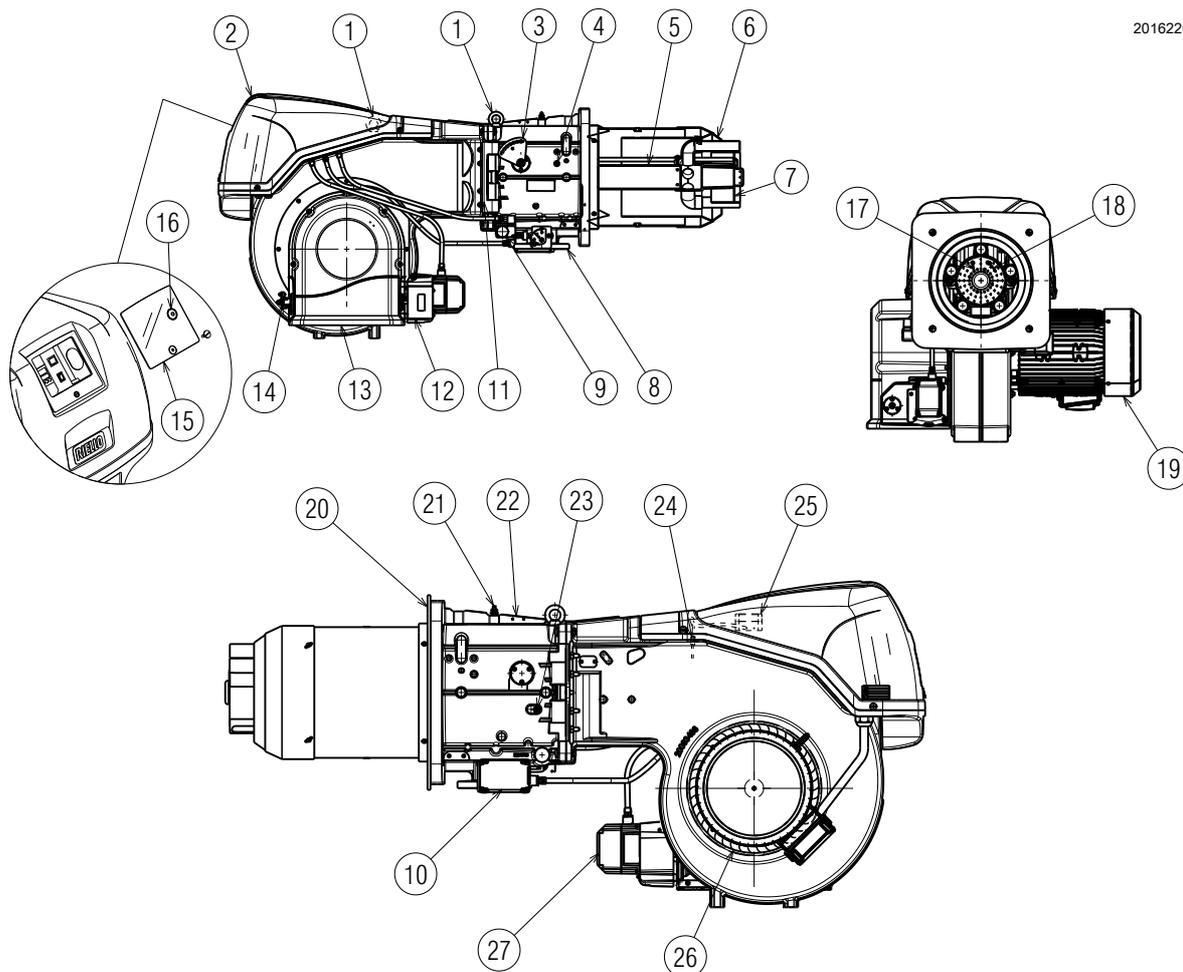

图 4
(1) 参考条件: 环境温度 20°C - 燃气温度 15°C - 大气压力 1013 mbar - 海拔 0 m a.s.l.
(2) 测试点 21) (图 4 页 11) 处的燃气压力, 此时炉膛压力为 0 并且燃烧器处于最大出力运行状态。
(3) 噪音测试在制造商燃烧实验室内进行, 燃烧器在测试锅炉上以最大出力运行。声功率以符合 EN 15036 标准要求的“自由场”法测得, 并符合 EN ISO 3746 标准要求的“准确: 类别 3”的测量精确度。